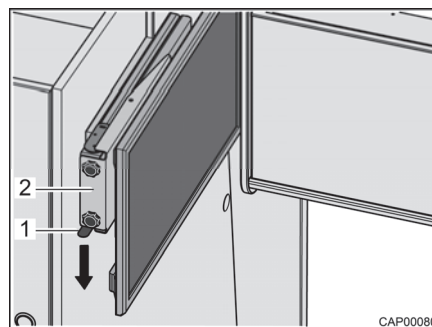

Bild 38 Utdrag med platt bildskärm
- Tryck låsfjädern (Bild 38,1) nedåt och dra ut utdraget (Bild 38,2) med den platta bildskärmen vågrätt i riktning mot fordonets mitt.
- Skjut in utdraget (Bild 38,2) med den platta bildskärmen vågrätt fram till anslaget. Låsfjädern (Bild 38,1) hakar fast hörbart.